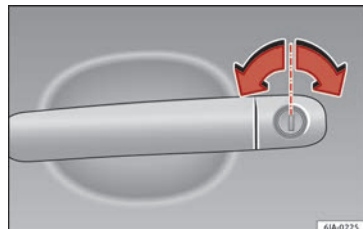

Fig. 3 Poignée de la porte du conducteur à barillet de serrure.
- Introduisez le panneton dans le barillet de serrure et déverrouillez ou verrouillez le véhicule » » fig. 3.